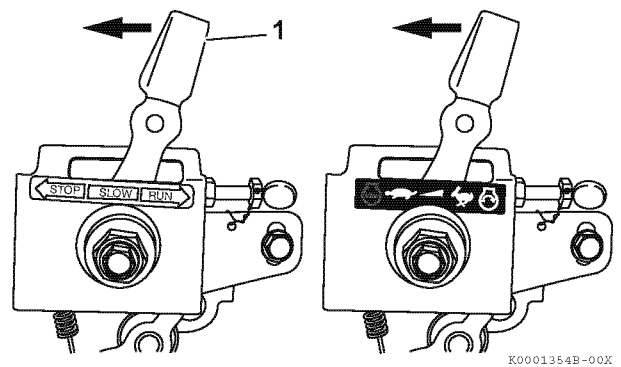

Abbildung 16
1. Falls die Motordrehzahlregelung **Abbildung 16** ähnelt, Drehzahlregelungshebel (1, **Abbildung 16**) auf Position RUN oder in die gezeigte Richtung schieben, um die Drehzahl anzupassen.